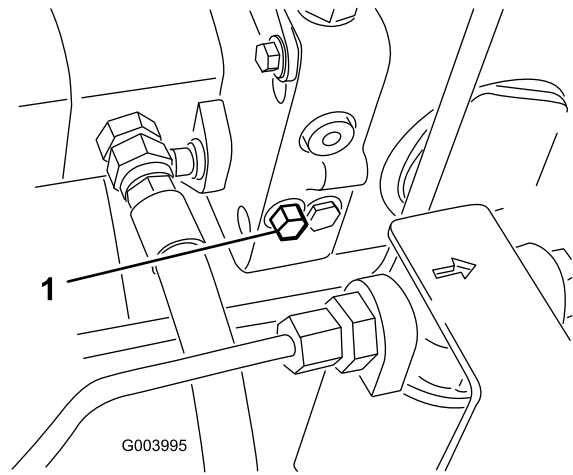

Figure 72
1. Tournez une fois et demie le boulon de la vanne de dérivation pour ouvrir la vanne et permettre la dérivation interne de l'huile (Figure 72).